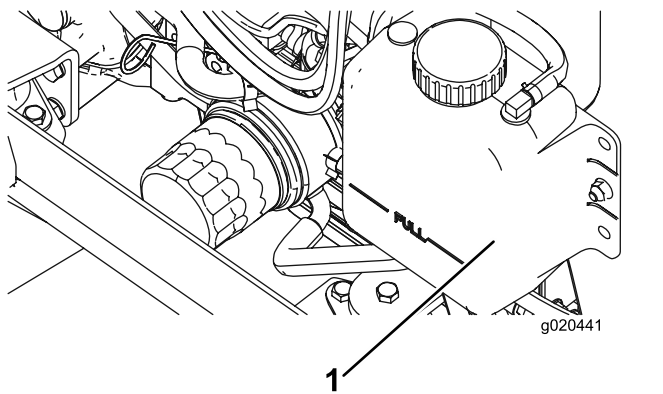

Figura 110
2. Retire cuidadosamente el tapón del radiador y el tapón del depósito de expansión (Figura 110).